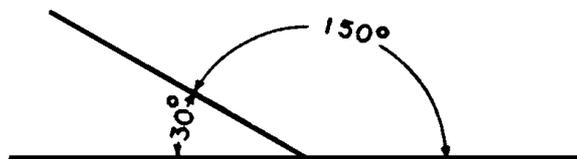

Fig.6
**Ângulos suplementares:** são aqueles cuja soma é igual a um ângulo raso (fig.6).